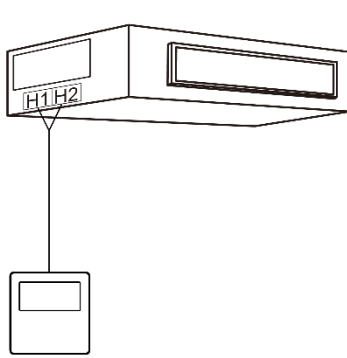

Fig.5.4.1
- 1) La Fig.5.4.1 muestra la instalación del control por cable.